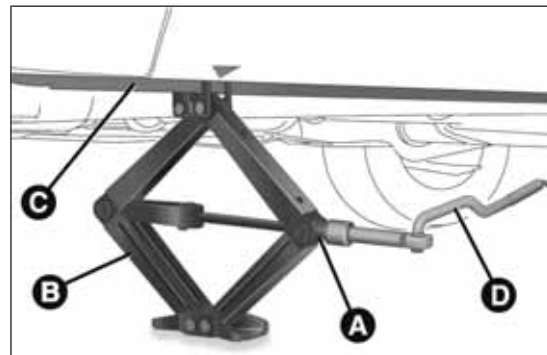

fig. 160
- ☐ Introducir la manivela D fig. 160 en el alojamiento del dispositivo A, accionar el gato y levantar el vehículo, hasta que la rueda se levante del suelo unos centímetros;